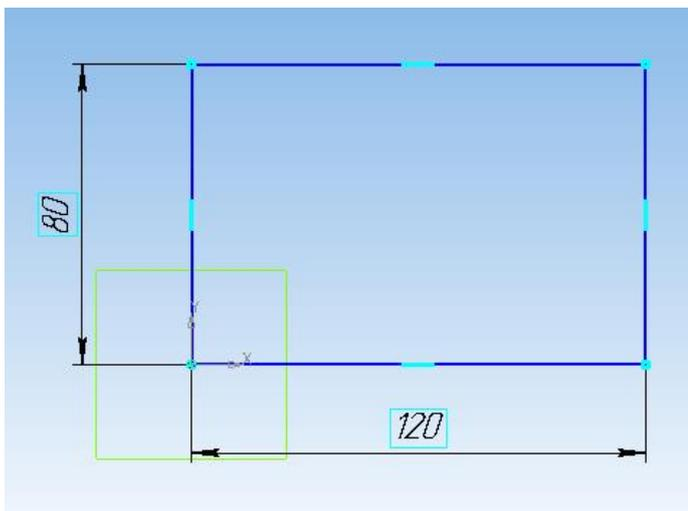

Рисунок 47
4. По размерам выполните **Прямоугольник** (рисунок 47).